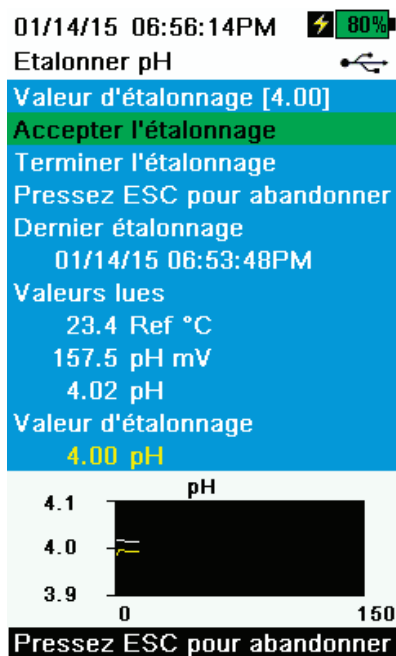

Figure 51 Étalonner les points 2 ou 3 du pH
7. Observez les lectures de mesure réelles (la ligne blanche du graphique n'indique aucun changement important pendant 40 secondes), puis sélectionnez **Accepter l'étalonnage** (Figure 51). La mention « Prêt pour le point d'étalonnage 3 » s'affiche dans la zone de messages.